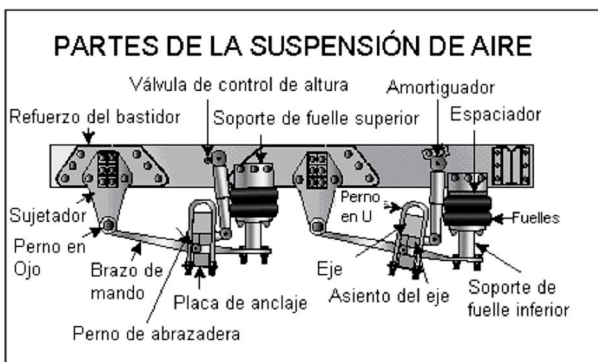

Figura 3.4
- “ Amortiguadores con fugas. Vea la Figura 3-4.
- “ Sistemas de suspensión de aire que estén dañados y/o con fugas (Figura 3-4).